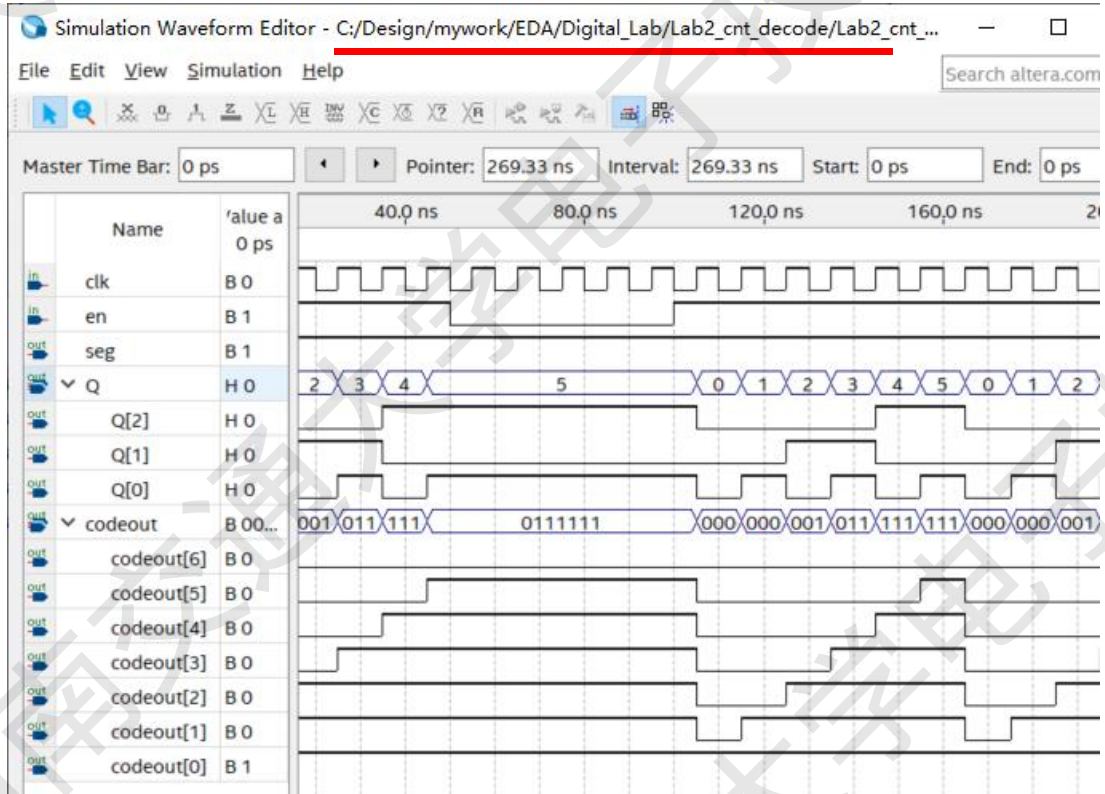

图 4 仿真波形截图示例（波形仅参考，实验要求以图 2 为准）
- (2) 仿真波形截图必须包含仿真软件窗口的标题栏（图 4 红线处）；
- (3) 图上文字大小合适，信号名清晰完整可见；
- (4) 波形清晰可读（总线设置为便于观察的进制）；
- (5) 波形顺序应当是上面为输入信号，下面为输出信号；
- (6) 截图显示 1~2 个周期；
- (7) 截图不应有大面积空白区域。